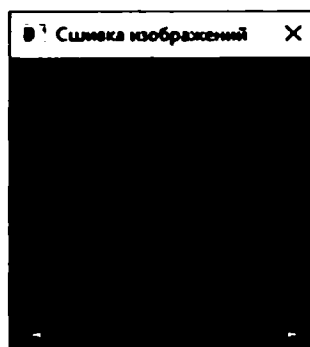

Рис. 71 Окно загрузки изображений "Сшивка изображений"
- Откроется окно загрузки изображений «Сшивка изображений» (Рис. 71 Окно загрузки изображений "Сшивка изображений");